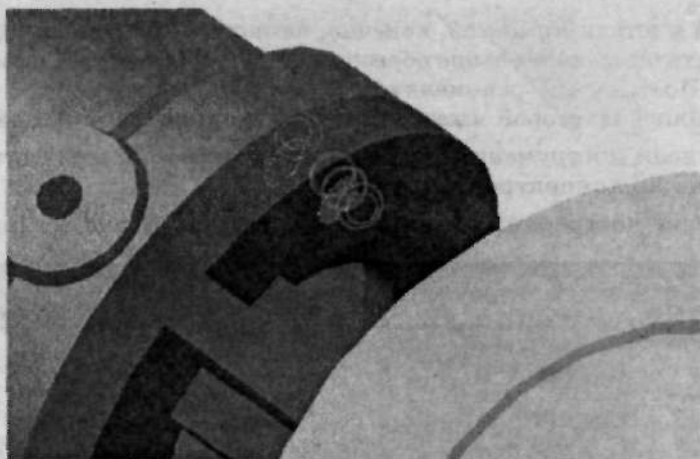

Рис. 3.58. Укажите элемент базирования крепежной детали
6. Далее необходимо указать элемент базирования крепежной детали. В нашем случае таковым элементом лучше выбрать отверстие. Добейтесь такого расположения курсора, чтобы было выделено отверстие на детали Крышка2 (рис. 3.58), не перемещая курсора, щелкните левой клавишей мыши.